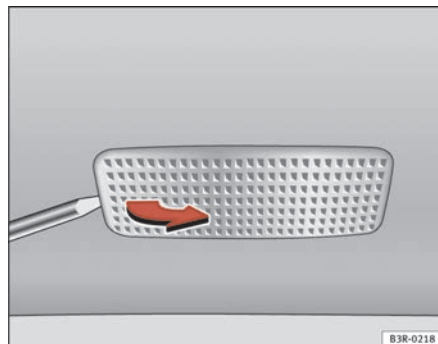

Fig. 223 Smontaggio della luce dell'aletta parasole
- Rimuovere la luce con cautela, usando la parte piatta del cacciavite ⇒ fig. 223.